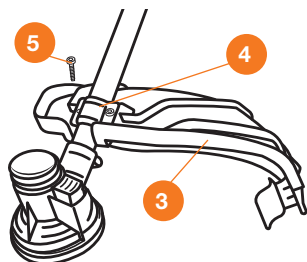

Рис. 7
- Установите кожух **3** на крепежную площадку штанги, прижмите крепящей планкой **4** и надежно закрепите при помощи двух винтов **5** (Рис. 7).